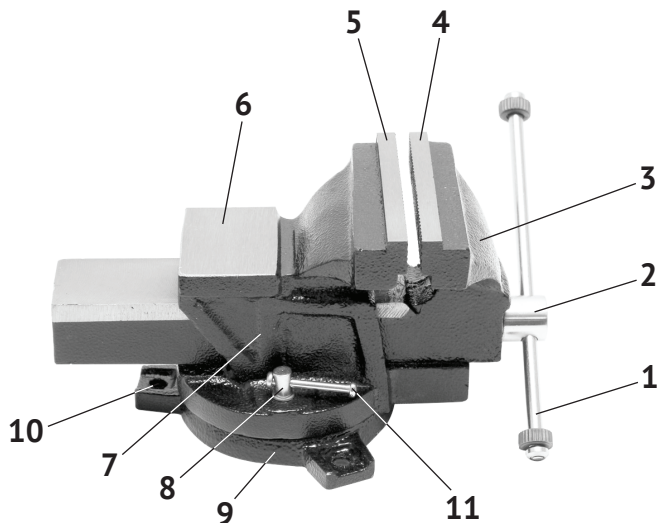

рис.1
4.1 Общий вид представлен на рис.1
4.2 Массивное чугунное основание (рис.1 поз.9) крепится к рабочему столу (верстаку) за счёт 3-х крепёжных отверстий (рис.1 поз.10) в лапках. Корпус (рис.1 поз.7) за счёт шарнирного соединения может быть повернуто относительно основания и закреплён винтом фиксации (рис.1 поз.8) в любом, удобном для работы положении. Заготовка крепится между губками перемещением подвижного блока (рис.1 поз.3), вращением рукоятки ходового винта (рис.1 поз.1) мускульным усилием оператора.
6.2 Через отверстия (рис.1 поз.10) основания прочно закрепить тиски болтами к верстаку.
- ослабить винт фиксации (рис.1 поз.8) поворотом ручки (рис.1 поз.11);
- повернуть корпус (поворотный блок рис.1 поз.7) в нужное положение;